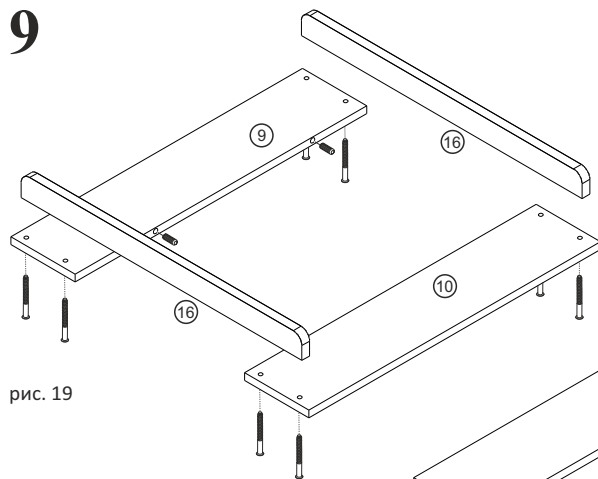

рис. 19
9. Согласно схеме (рис.19) соединить детали 9,10 и 16 между собой с помощью евровинтов 7X50 (№ 1). На деталь 10 согласно отверстиям закрепить планку крепежную (№ 4) с помощью саморезов 3,5х16 (№ 5). В деталь 10 установить шкант (№ 3).